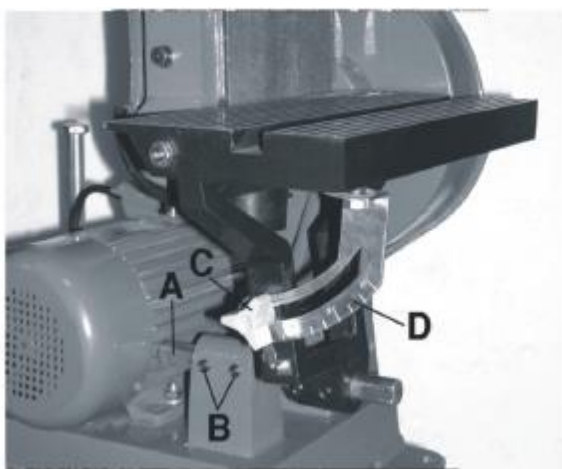

Рис. 14
1. Снять узел наклоняемого стола из положения установки у шлифовального диска и переставить его, как показано на рис. 14.
2. Установить наклоняемый стол на расстоянии максимум 1/16 дюйма от шлифовальной ленты и затем закрепить опорный вал (A), рис. 14, затянув два установочных винта (B).
Стол можно установить с углом наклона от 0° до 45° путём ослабления рукоятки (C) фиксации стола, рис. 14, наклона стола на требуемый угол, указываемый на шкале (D) стола, и затягивания рукоятки фиксации. Проверить правильность требуемого угла, перпендикулярность стола ленте выверить комбинированным угольником. Для перестановки указателя угла ослабить винт указателя и переставить его.